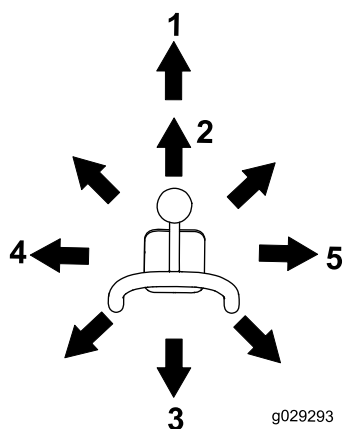

Рисунок 10
- Чтобы наклонить навесное оборудование вперед, медленно перемещайте рычаг вправо (Рисунок 10).
- Чтобы наклонить навесное оборудование назад, медленно перемещайте рычаг влево (Рисунок 10).
- Чтобы опустить стрелы погрузчика, медленно перемещайте рычаг вперед (Рисунок 10).
- Чтобы поднять стрелы погрузчика, медленно перемещайте рычаг назад (Рисунок 10).
- Чтобы опустить стрелы погрузчика в фиксированное (плавающее) положение, нажмите на рычаг до упора вперед (Рисунок 10).